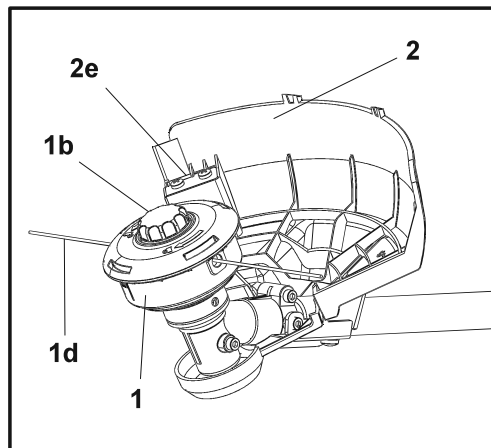

Fig. 38
1. Bata levemente com a proteção (1 b) em solo firme e a cabeça do aparador (1) irá libertar os fios do aparador (1d).
2. O fio em excesso será cortado pela faca (2e) (Fig. 38).